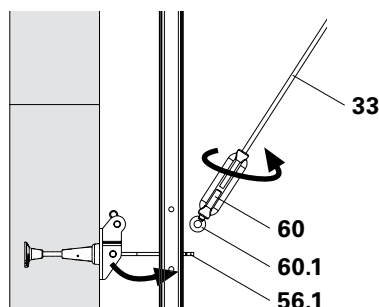

Fig. B1.34c
5. Avvitare il tenditore regolabile CB M20/DW 15 (60) sul tirante tenditore DW 15 (33). (Fig. B1.34c)